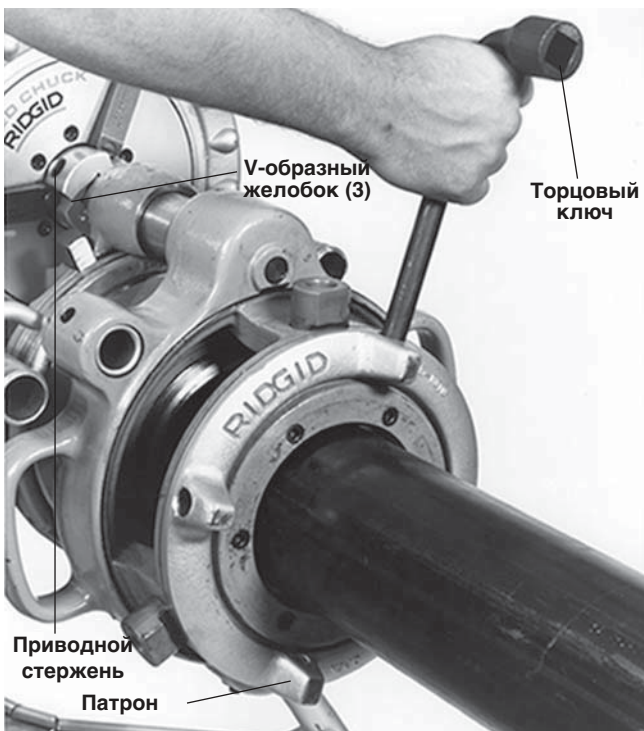

Рисунок 18 – Затяжка патрона на головке № 141 с ЗП (то же в случае с головкой № 161)
7. Вставьте трубу в головку и расположите конец трубы по центру горловины гребенок. Затяните патрон торцовым ключом (рисунок 18).